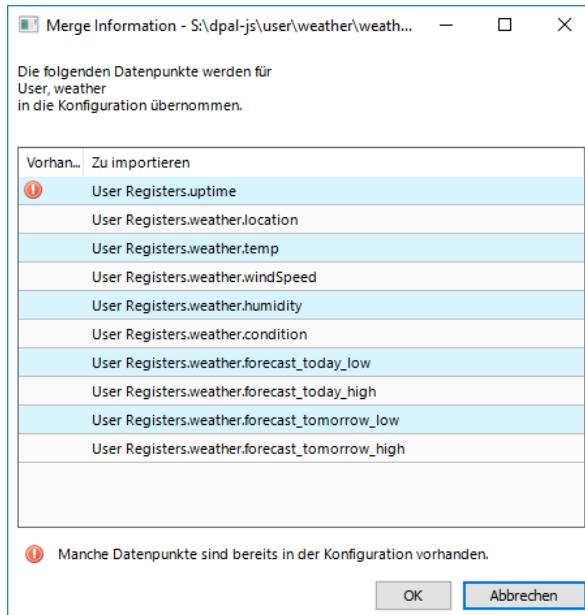

Abbildung 7: Einfügen von Datenpunkten au seiner Skript-Ressource
4. Wenn die Skript-Ressource eine Datenpunktkonfiguration enthält, werden User Register und Favoriten daraus in die bestehende Konfiguration eingefügt. Ein Dialog wie in Abbildung 7 listet die einzufügenden Datenpunkte auf und weist eventuelle Konflikte aus. Bereits existierende Datenpunkte werden nicht überschrieben.